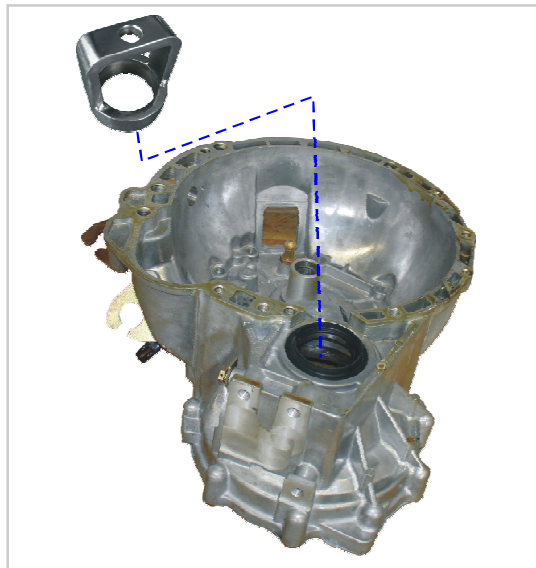

图4-41 差速器油封的装配
5. 差速器油封的装配也需要用专用工具将油封打入，直至与壳体止口接触为止（图4-41）。